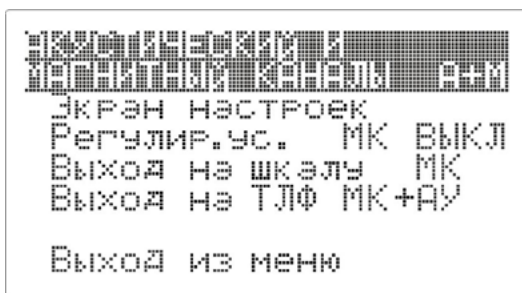

Рисунок 13 – Экран меню режима «А+М»
- 4.10.6. Экран меню режима «А+М» (Рис. 13).